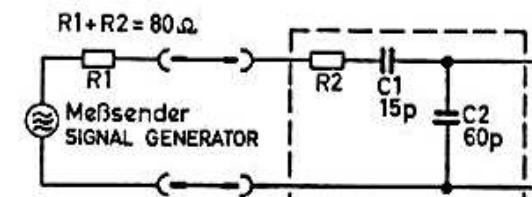

Fig. 1
- Jetzt Empfänger in die Autohalterung einschieben. Meßsender über künstliche Antenne (Fig. 1) an Antennenbuchse legen. Antennentrimmer (C 804) in der Autohalterung in Mittelstellung bringen.
Jetzt Empfänger in die Autohalterung einschieben. Meßsender über künstliche Antenne (Fig. 1) an Antennenbuchse legen. Antennentrimmer (C 804) in der Autohalterung in Mittelstellung bringen.
- Now insert the receiver in the car adapter mount. Connect signal generator to antenna socket through dummy antenna (Fig. 1). Turn antenna trimmer (C 804) in the car adapter mount to its center position.